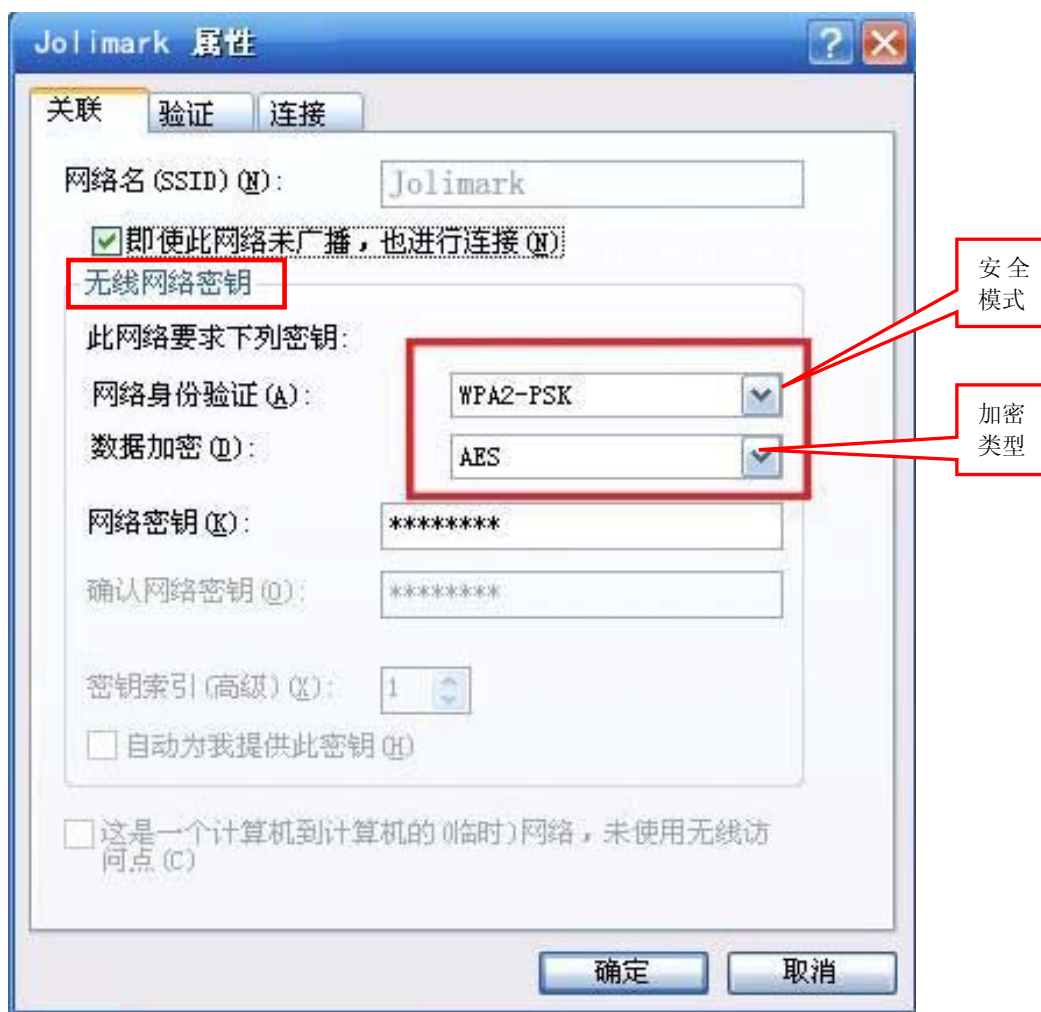

图 12
- ⑤ 在弹出的属性窗口的“无线网络密钥”栏，找出安全模式与加密类型（如图 12 所示）。